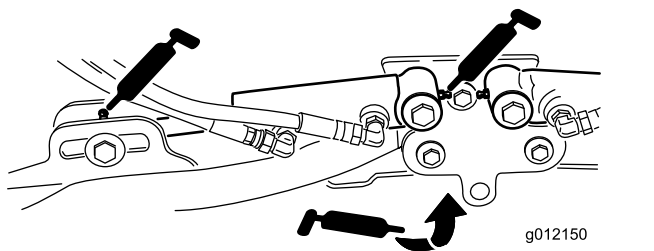

Figure 63
- Vérins des bras de relevage des plateaux de coupe (x 2) (Figure 63)
- Pivots des bras de levage (x 1) (Figure 63)